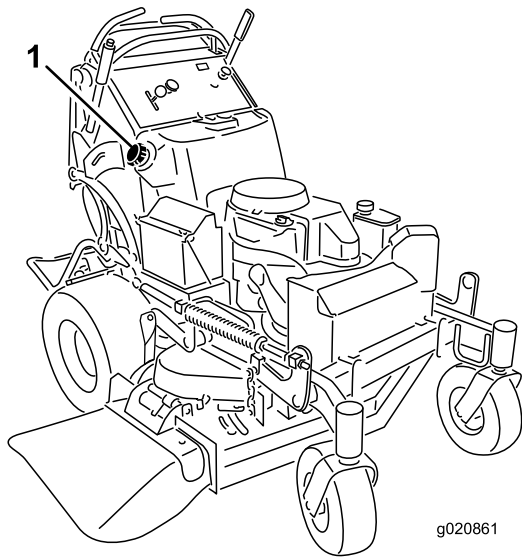

Bild 50
5. Saugen Sie mit der Saugpumpe den Kraftstoff in einem sauberen Benzinbehälter (Bild 50).